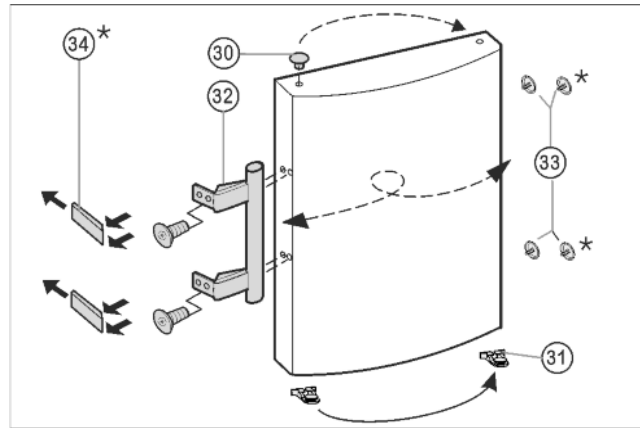

Fig. 7
- ▶ Estrarre il tappo Fig. 7 (33) dall'alloggiamento del supporto della porta e spostare.
- ▶ Smontare la maniglia della porta Fig. 7 (32), il tappo Fig. 7 (33) e le piastre di spinta* Fig. 7 (34) e spostare sul lato opposto.